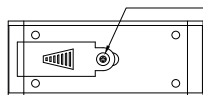

Рисунок 1
- Ослабьте стопорный винт на крышке батарейного отсека (рис. 1)